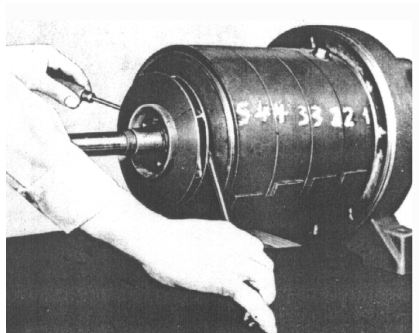

Fig. 11
- Desmontar el Rotor de última etapa y su Chaveta, para eso hacer una palanca apoyando en la región de las paletas para que no ocurran quiebras ni rajaduras. (Ver fig. 11)